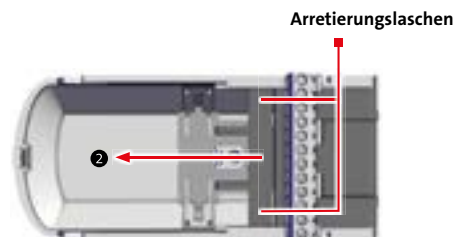

Abb.1 Ausfahren des Schlittens
- 2 Fahren Sie den Schlitten nach unten aus. Drücken Sie dazu die beiden Arretierungslaschen des Schlittens (siehe Abb. 1).